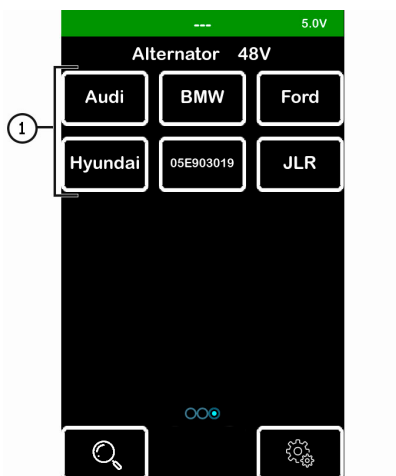

Рисунок 29
3. Далее зайдите в меню тестера и выберите режим проверки 48 В и соответствующий генератору модель автомобиля см. поз. 1 рис. 29.